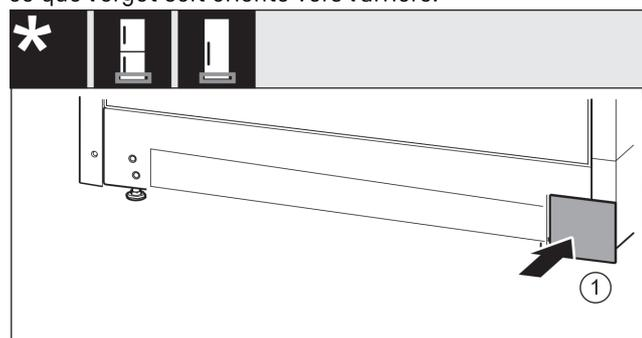

Fig. 20
- ▶ Remettre le cache Fig. 20 (1) en place de l'autre côté.